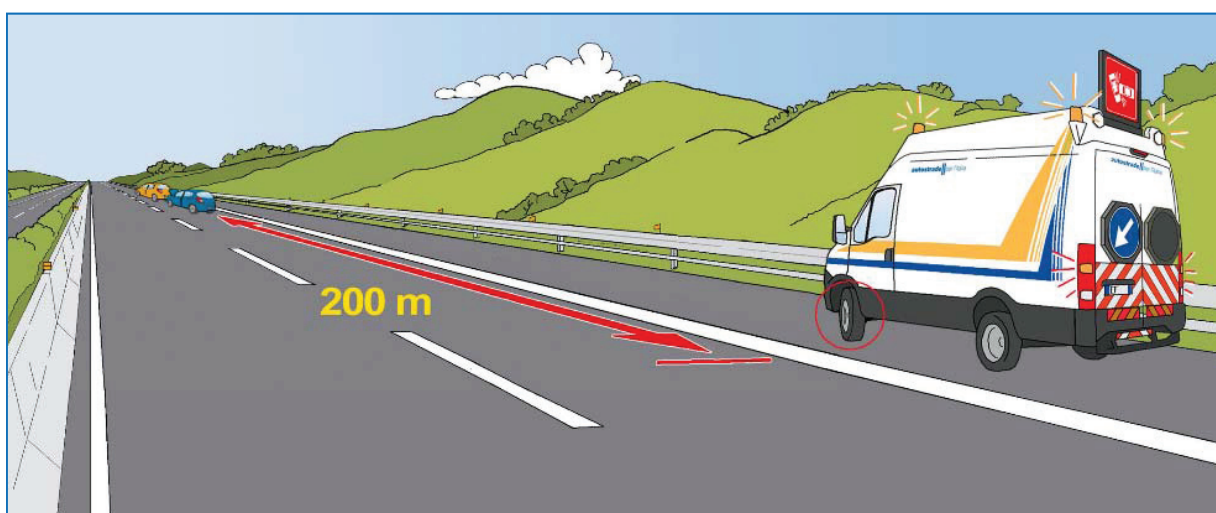

Fig.6
- fermare il mezzo sul margine destro della carreggiata a circa 200m dal punto dell'evento, avendo cura di sterzare completamente le ruote verso destra quando il mezzo è fermo (fig.6)